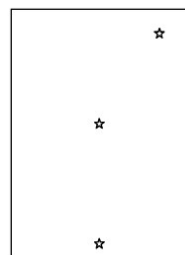

Figura 3.1.: Posiciones para la colocación de los sensores de temperatura en un módulo fotovoltaico en base a la norma IEC 61853-1.
- La norma IEC 61853-1 recomienda la medida de la temperatura de un módulo en las tres posiciones mostradas en la *Figura 3.1.* y usar la media de las tres temperaturas para la extrapolación a STC. El E-1000 ha sido programado para poder llevar a cabo la media de hasta tres PT-1000 medidos con el E-Sens o utilizar la media con un número de puntos seleccionado por el usuario y medidos con el E-IR.
- En la medida de temperatura de cadenas de módulos, se recomienda tomar la temperatura de al menos tres de los módulos de la cadena y en los tres puntos indicados en la *Figura 3.1.* dentro de cada módulo. Se recomienda tomar un módulo cercano al extremo de la cadena y dos módulos del centro de la cadena. Para ello será muy útil la utilización del E-IR que permite tomar estas medidas de manera inalámbrica.